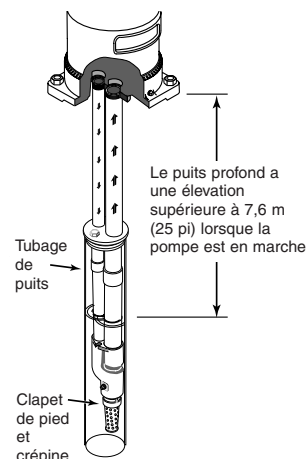

Figure 2 – Adapter la pompe à son puits
8. Utiliser un type de pompe adapté au puits. Dans le cas d'un puisage en eau profond, la distance séparant la pompe en service du niveau d'eau doit être égale ou supérieure à 7,6 m (25 pi) (Fig. 2).